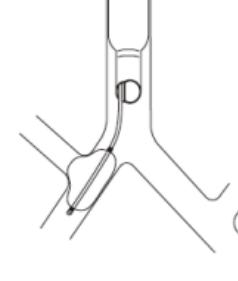

Fig.9
3. Para a toracotomia direita, posicione e insufla o cuff bloqueador de forma a obter uma ligeira herniação do mesmo no brônquio do lobo superior. Isso ajudará a fixar o cuff bloqueador em posição e bloquear firmemente o brônquio principal direito (Fig. 9).